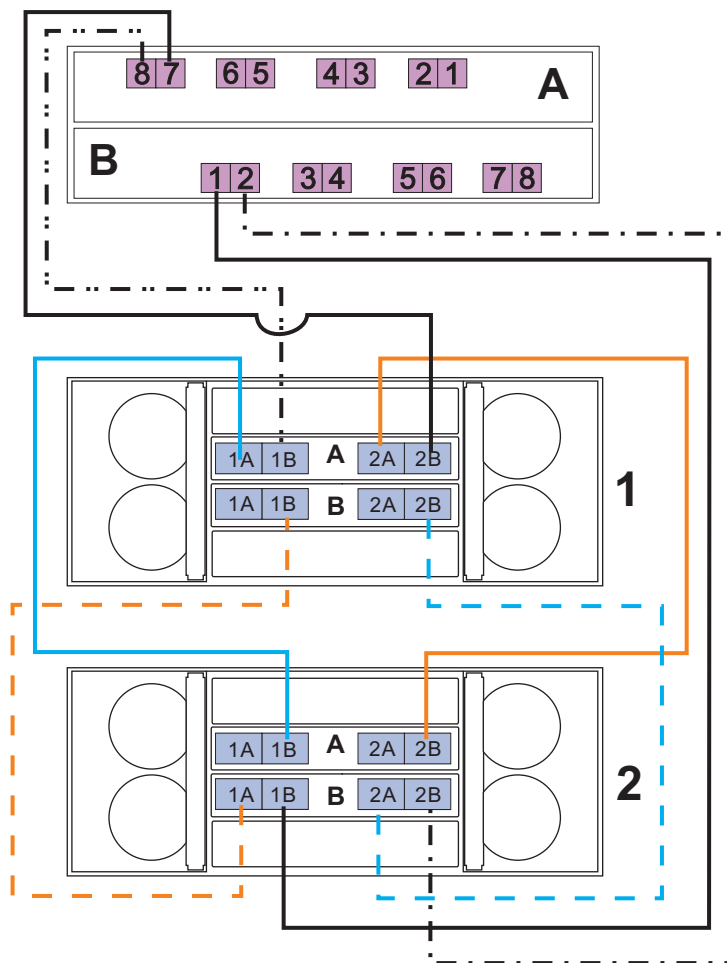

Figura 77. Cabeamento para Oito EXP5060s, Gabinetes de Expansão de Armazenamento 1 e 2 com Entroncamento do Lado da Unidade
- Consulte Figura 77 na página 124 e Tabela 43 na página 125 para gabinetes de expansão de armazenamento 1 e 2